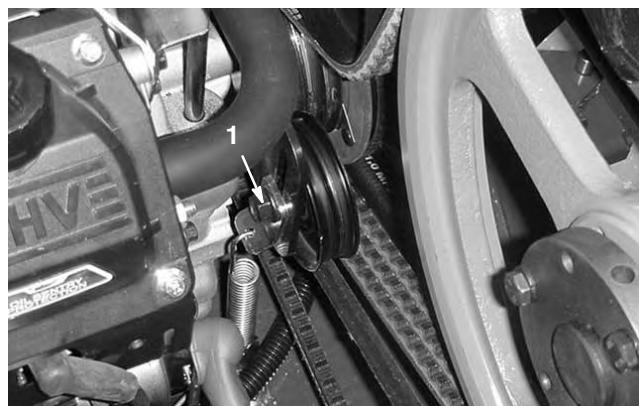

Bild 58
3. Lösen Sie die Pumpenriemenspannschraube so weit, dass sie im Einstellschlitz bewegen kann (Bild 58).